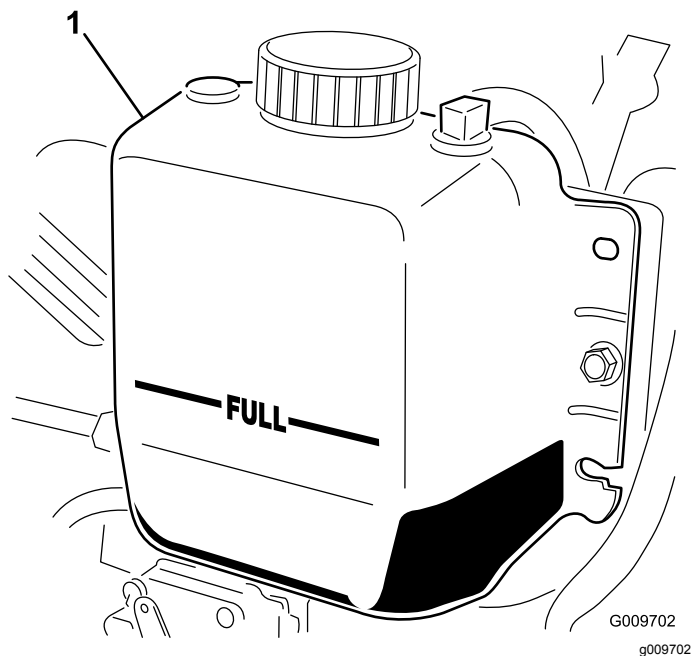

Figura 20
**Nota:** El radiador debe llenarse hasta la parte superior del cuello de llenado, y el depósito de expansión debe llenarse hasta la marca Lleno (Figura 20).